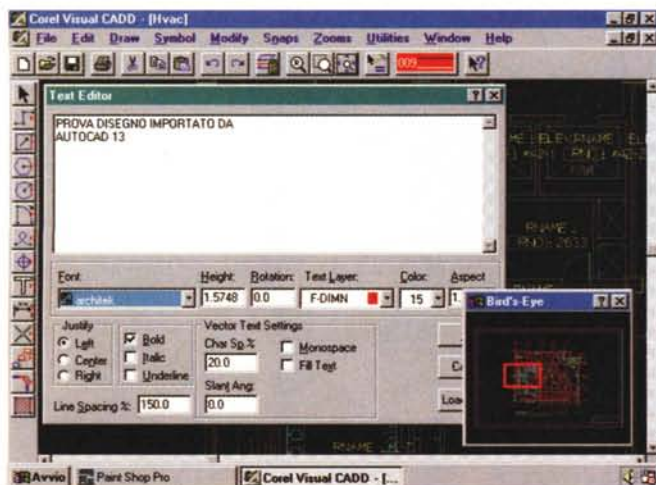

Figura 16 - Corel Visual CADD - Editor del testo per testi lunghi.
- Lavoro con elementi testuali. In figura 16 la Box per la definizione dell'elemento testuale.